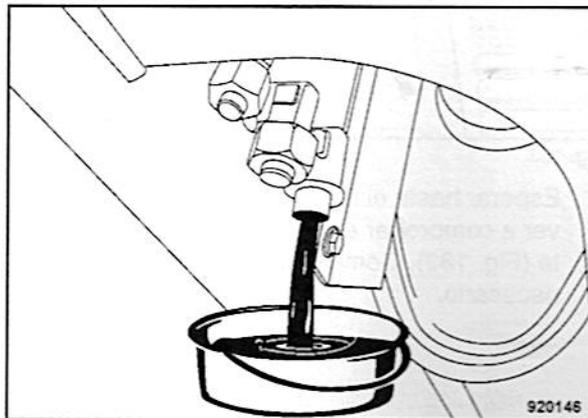

Fig. 181
- Desenroscar el tapón, dejar el medio refrigerante y recogerlo (Fig. 181).